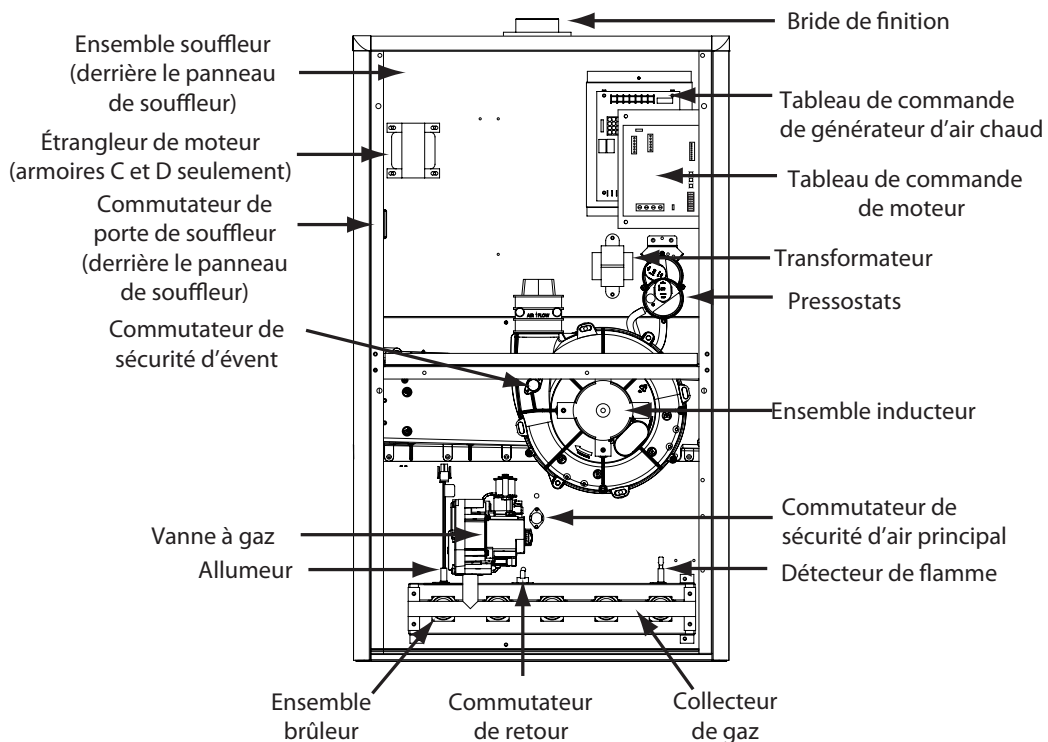

Figure 39. Emplacement des composants
- Si le souffleur d'inducteur fonctionne et que les éléments ci-dessus ont été vérifiés, vérifier le commutateur de sécurité du souffleur et le réenclencher au besoin. Consulter Figure 39 (page 44).
- Si le générateur d'air chaud ne fonctionne toujours pas, vérifier les interrupteurs de retour de flamme (Figure 39) et le réenclencher au besoin.
Les descriptions ci-dessous sont celles de différents composants fonctionnels qui ont une incidence sur le fonctionnement et l'arrêt de ce générateur d'air chaud. Certains de ces composants et leur emplacement sont montrés à la Figure 39 (page 44). S'il faut remplacer l'un des composants du générateur d'air chaud, utiliser uniquement des pièces de remplacement homologuées par le fabricant, indiquées dans la liste de pièces de remplacement fournie en ligne.